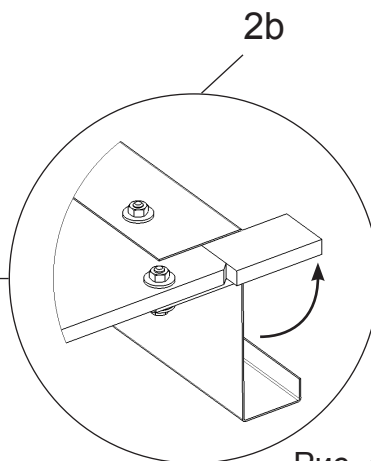

Рис. 4b
1. Присоедините кабельные каналы (2) слева и справа и закрепите шестигранной гайкой и шайбой (3а, рис. 4а), уже привинченными к котлу. Поверните крепежи боковых стенок (2b, рис. 4b) сбоку наружу.